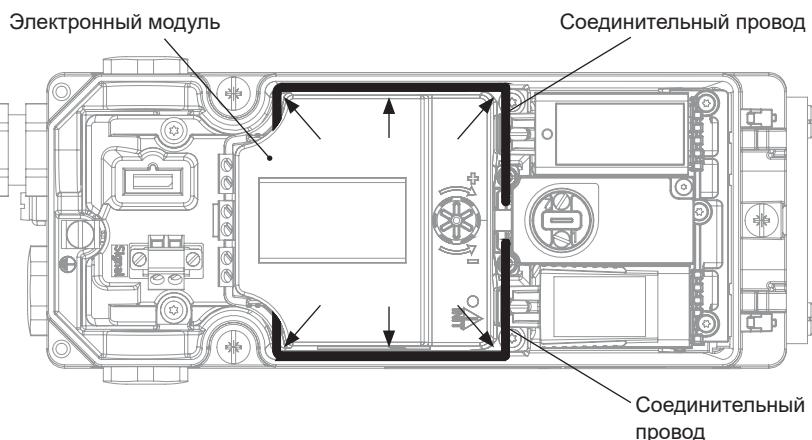

Рис. 5-13: Прокладка соединительных проводов
4. Проложите каждый из двух соединительных проводов между электронным модулем и корпусом позиционера и надавите вниз, см. Рис. 5-13.